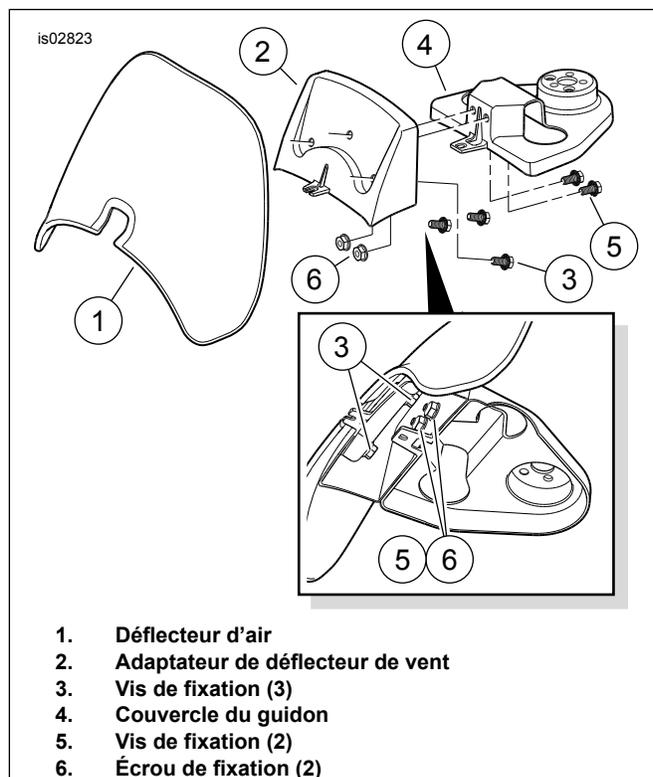

Figure 6. Couvercle du guidon/Ensemble déflecteur de vent (FLHRS)
4. Pour les modèles FLHRS, voir Figure 6 .
- a. Assembler le déflecteur de vent conservé (1) au **nouvel** adaptateur (2, acheté séparément) à l'aide des trois vis de fixation (3) enlevées plus tôt.
- c. Assembler le **nouveau** couvercle du guidon (4, acheté séparément) à l'adaptateur à l'aide des deux vis de fixation (5) et des écrous de fixation (6) du kit adaptateur.
- Acheminer le faisceau de fils du commutateur gauche à travers le boîtier commutateur, comme indiqué sur la Figure 6 pour le câblage de droite. Acheminer délicatement le faisceau de fils dans le trou de fil du commutateur de gauche. Tirer le faisceau vers le bas à travers le nouveau guidon et en le sortant par le trou de sortie prévue pour les fils près du bas du support de guidon gauche.